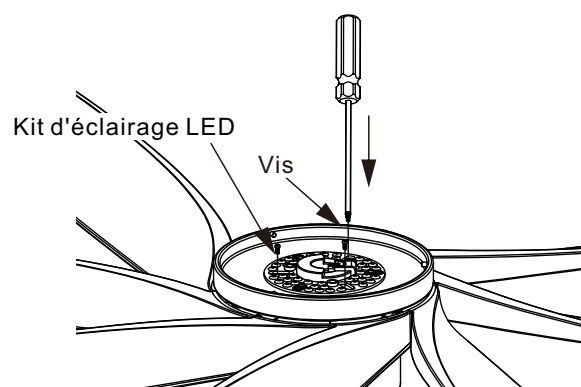

Figure 8
Étape 3: Serrez les 3 vis précédemment retirées à l'étape 1 (Voir fig. 8)